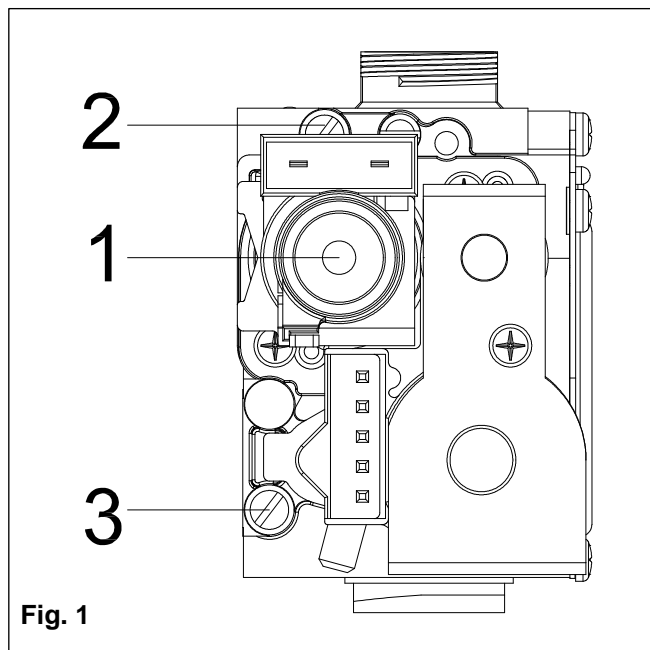

Fig. 1
- controllare che il tappo della valvola jolly sia leggermente allentato per permettere all'aria di fuoriuscire dall'impianto (fig. 1);
- Svitare il tappo del circolatore (fig.1) per eliminare eventuali bolle d'aria e richiuderlo alla fuoriuscita di acqua;
- allentare la vite e inserire un manometro nella presa di pressione '2' della valvola gas (fig. 1);
- finita l'operazione di regolazione, premere il pulsante , per selezionare la modalità OFF visualizzata con il simbolo , chiudere il rubinetto del gas e togliere il manometro dalla presa di pressione '2' della valvola gas (fig. 1). **Serrare la vite accertandosi che non vi sia perdita di gas.**